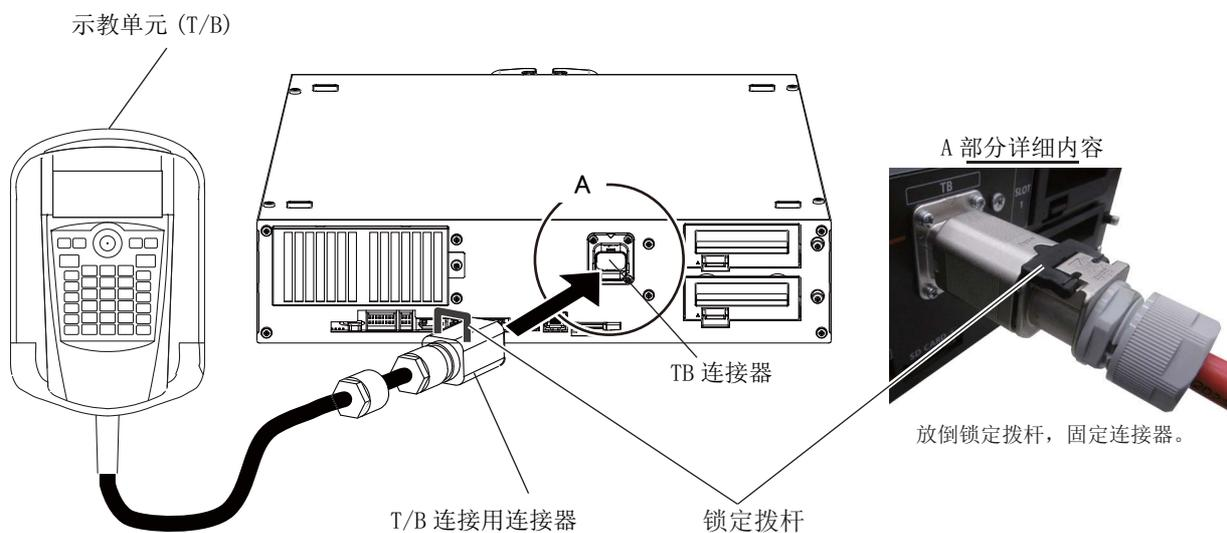

图 2-14: 示教单元的安装
- 2) 参照图 2-14 将示教单元的连接器的连接到控制器的 TB 连接器。